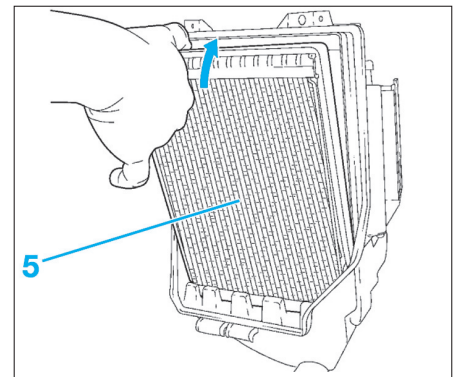

Fig. 14
- Sortir l'évaporateur (5) (Fig.14).